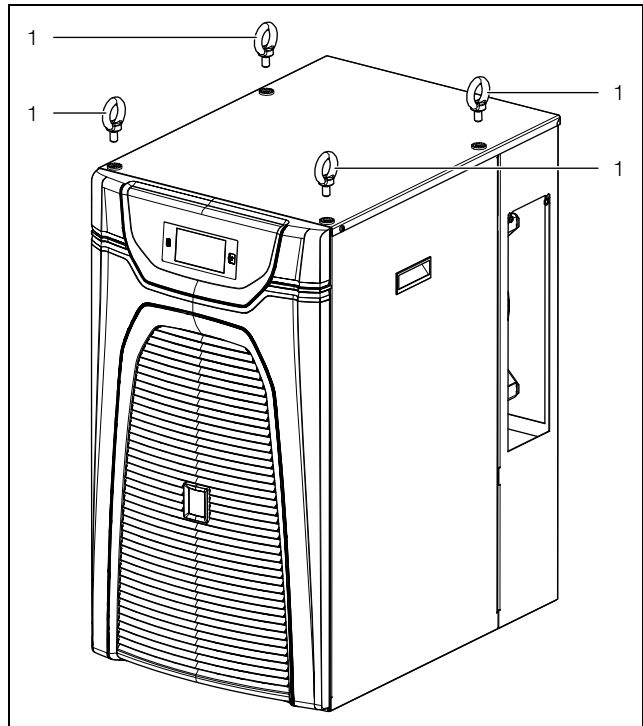

Рис. 7: Рым-болт для транспортировки (3320200)
- Транспортируйте чиллер только на поставляемой вместе с ним паллете или с помощью предназначенных для этого рым-болтов (рис. 7, поз. 1).